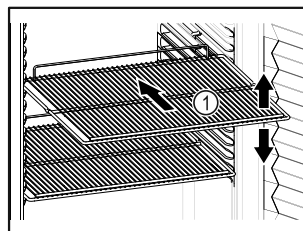

Fig. 40 Reprezentare exemplificativă
- Dacă grătarele tip poliță Fig. 40 (1) pot fi mutate, adaptați-le în funcție de înălțime.